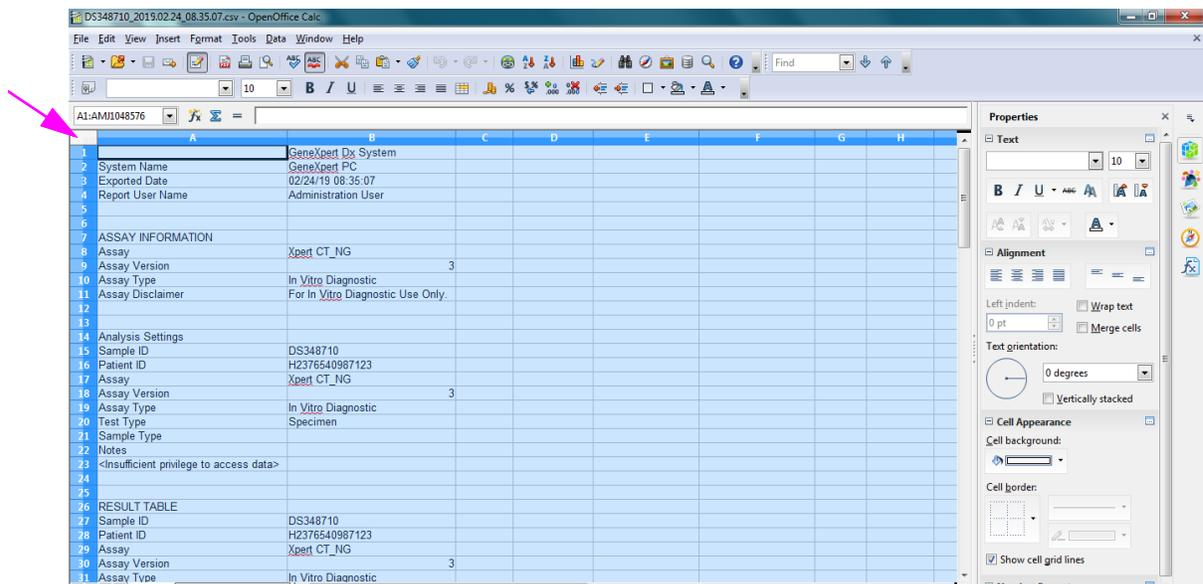

Figure D-5. Toutes les cases sont sélectionnées
6. Une fois les sélections effectuées, cliquez sur **OK**. Le fichier .csv s'affiche. Consultez la Figure D-5.
7. Une fois le fichier ouvert, cliquez sur le coin supérieur gauche du tableau pour sélectionner toutes les cases, comme illustré dans la Figure D-5.